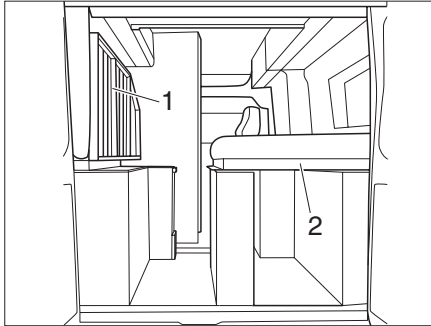

Bild 54 Fast säng (variant 2)
- ▶ Vik sängramarna (Bild 54,1 och 2) åt höger eller vänster och lås fast dem med remmar.